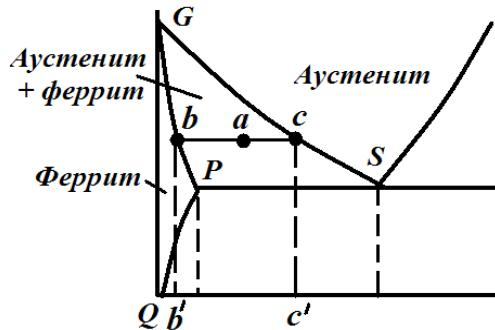

Рис. 5.1. Схема правила отрезков
3. Для контрольного сплава построить кривую охлаждения в координатах время охлаждения (ось X) - температура (ось Y) превращений, происходящих при охлаждении контрольного (рис. 5.3.). При температурах, соответствующих линиям трехфазных равновесных состояний на кривой охлаждения, будут горизонтальные участки (см. рис. 5.1., слева).